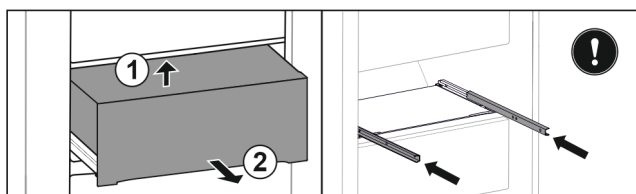

*Fig. 158*
- ▶ Lyft upp utdragslåda framtill. *Fig. 158 (1)*
- ▶ Ta ut utdragslåda genom att dra den framåt. *Fig. 158 (2)*